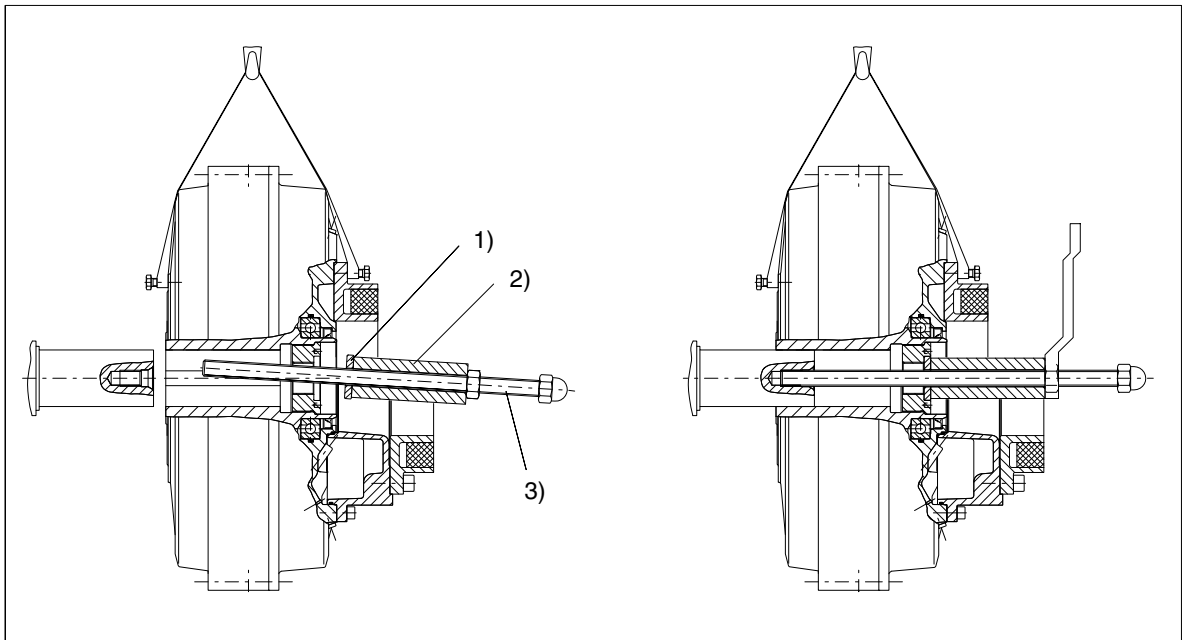

图 8: 安装联接件
- 利用紧固垫圈 (140) 和主轴将 FLUDEX 联轴器套装直到碰到轴肩 (参见图 8) 。
- 套装后, 借助紧固垫圈 (140) 和紧固螺栓 (141) 或者定位螺栓轴向紧固 FLUDEX 联轴器 (参见第 6.1.3 章节) 。